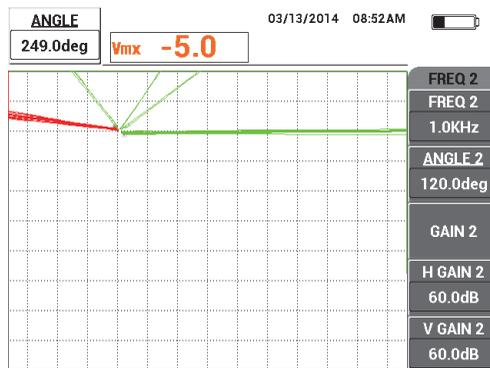

Рис. 5-101 Настройка угла сигнала отрыва для частоты 1
4. Аккуратно постукивая преобразователем по поверхности образца в точке положения 1, нажмите клавишу ANGLE () и настройте УГОЛ (для частоты 1), так чтобы сигнал отрыва был направлен в правую сторону экрана (зеленый сигнал на Рис. 5-101 на стр. 212).